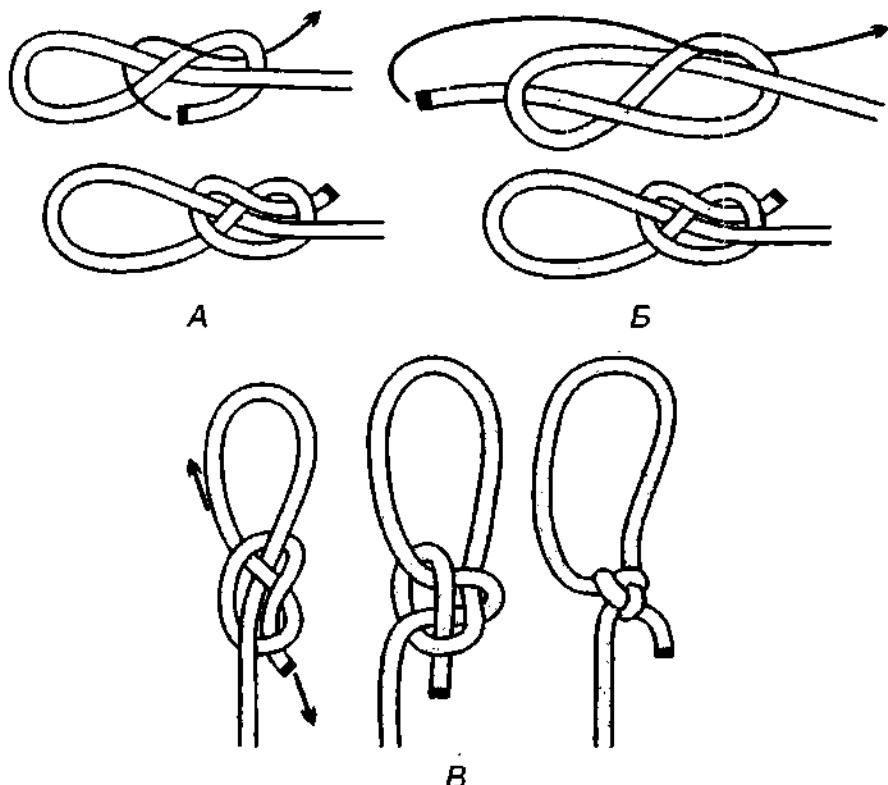

Рис. 402. А – крабья петля вязется из калышки, Б – крабья петля вязется из восьмёрки, В – приведение крабьей петли в рабочее состояние (деформация узла).
*Крабья петля* с виду похожа на затягивающуюся петлю – скользящий простой узел, но в отличие от последней может деформироваться и от этого менять свои свойства – становиться незатягивающейся петлёй (рис. 402). После того как узел деформируется, он превращается в «перевёрнутый» шкотовый узел, коренной и ходовой концы которого соединены в рабочую петлю. *Крабья петля* в рабочей форме – это казачий узел, у которого ходовой конец выполняет работу коренного конца (рис. 402 В).
*Крабья петля* может быть и затягивающейся петлёй и незатягивающейся. Узел свободно перемещается вдоль верёвки, но когда необходимо установить требуемый размер петли, ходовой конец дёргается, узел деформируется, и петля превращается в фиксированную (рис. 402 В). Заклинивание коренной части троса происходит из-за деформа-